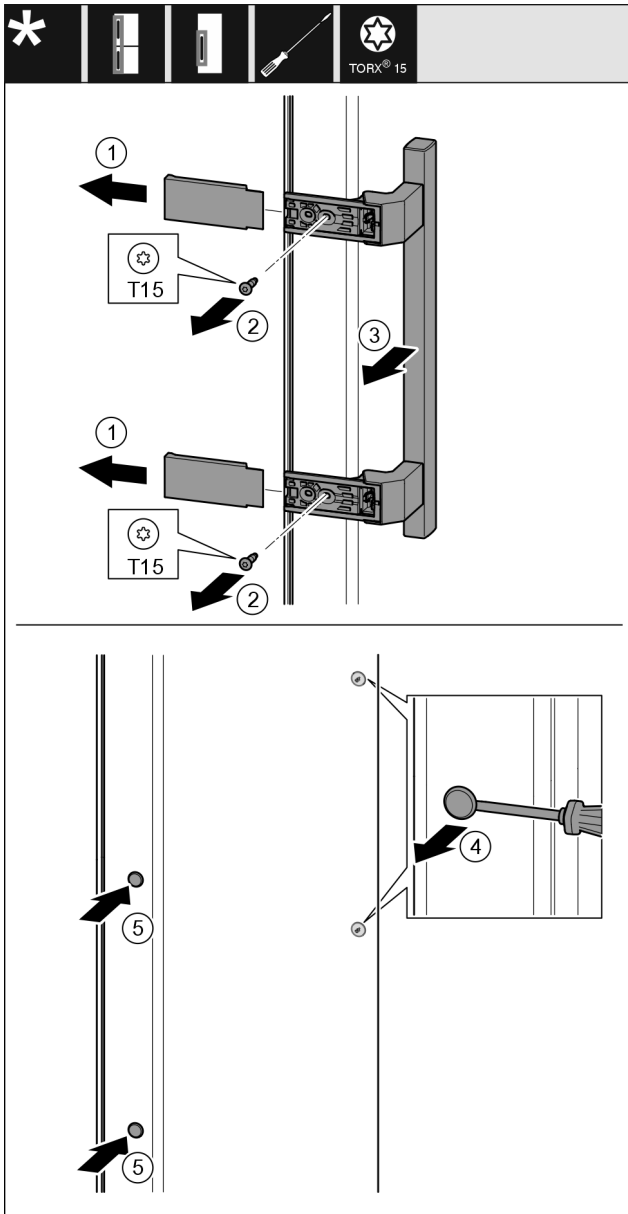

Fig. 20
- ▶ Húzza le a fedelet Fig. 20 (1).
- ▶ Tekerje ki a csavarokat Fig. 20 (2) csavarhúzóval.
- ▶ Vegye le a fogantyút Fig. 20 (3).
- ▶ Óvatosan emelje meg és húzza ki az oldalsó dugót Fig. 20 (4) lapos csavarhúzóval.
- ▶ Tegye vissza a dugót Fig. 20 (5) a másik oldalra.